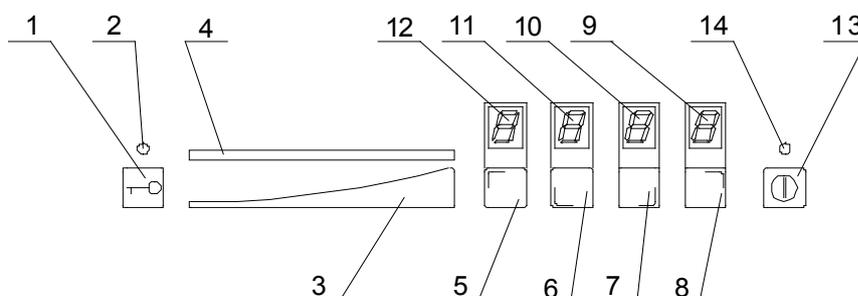

Рис. 2 (панель управления – поз. 9 на рисунке 1)
В передней части варочной панели расположена **сенсорная панель управления** (рис. 2). Она позволяет управлять и контролировать отдельные газовые горелки варочной панели, а также отображает соответствующие сообщения, информирующие о режимах работы варочной панели.
После подключения электричества варочная панель готова к работе, что сигнализируется свечением диода, расположенного возле сенсора, **поз. 14 на рис. 2**;
- после прикосновения пальцем к сенсору главного выключателя, **поз. 7 на рис. 2**, его индикатор гаснет и варочная панель готова к принятию команд. Все четыре индикатора, **поз. 5, 6, 7, 8 на рис. 2**, в течение **10 секунд** отображают цифру «0». Если по прошествии этого времени не будут предприняты дальнейшие шаги, электроника варочной панели перейдет в режим ожидания, индикаторы погаснут, снова загорится индикатор сенсора выключателя.
Выбор одной произвольной горелки прикосновением к зоне активизации контроллера, поз. 5 или 6, или 7, или 8 на рис. 2, и установка ее мощности прикосновением к регулятору мощности/слайдеру, поз. 2 на рис. 2, в диапазоне выше «0» приведет к включению горелки. Это должно произойти до 5 секунд с момента активизации контроллера сенсором включить/выключить, поз. 13 на рис. 2. В случае промедления горелка не включится, и контролер перейдет в режим ожидания, ожидая повторения команды.
- Прикоснуться пальцем к сенсору «включить/выключить», поз. 13 на рис. 2 в зонах 5, 6, 7, 8, загорятся индикаторы «0». Повторно прикасаясь пальцем к сенсору, соответствующему выбранной горелке, рис. 2, согласно потребностям и обозначениям на конфорке, приступите ко второму этапу настройки горелки, т.е. перемещая палец в области слайдера/регулятора, поз. 3 на рис. 2, установите требуемую мощность конфорки. В это время дисплей регулятора мощности, поз. 4 на рис. 2, отобразит линию диодов, а в ранее обозначенной зоне отобразится цифровое сообщение в пределах от 0 до 9, информирующее о значении установленной мощности. Удлинение линии диодов и отображение все большего значения сообщения указывает на увеличение мощности горелки и, наоборот, перемещением пальца в направлении «ключика» мощность уменьшается. Одновременно линия светящихся диодов сокращается, и отображаются все меньшие значения, достигающие «0». Цифра «9» соответствует максимальной мощности нагрева горелки, цифра «0» - отсутствию заданной мощности.
-После каждого изменения настроенной мощности выбранной горелки линия диодов загорается и мгновение спустя гаснет, и отображается только измененный уровень мощности включенной горелки. После включения всех горелок в соответствующей очередности отображается их настроенная мощность, а линия, **поз. 4 рис. 2**, не светится. Горелки, не включенные в зоне котроллера, соответствующей горелке, обозначенной на панели, остаются погасшими, не светятся.
Чтобы выключить какую-либо из работающих горелок, следует прикоснуться к соответствующему сенсору, а затем переместить палец по шкале в направлении «ключика», снижая мощность горелки до «0» (прекращение подачи газа). Во время выполнения этой операции загорается линия диодов /**поз. 4 рис. 2**/, отображающая уровень мощности, и изменяются цифры с ранее настроенного уровня до уровня «0». После достижения позиции «0» горелка гаснет, а контролер переходит в состояние готовности к возобновленной работе, мгновение спустя появляется буква «Н», сигнализирующая, что панель над выключенной горелкой является горячей.
-прикоснуться к сенсору /ключик/ пальцем, **поз. 1 рис. 2**, как минимум два раза в течение 2 секунд, два коротких нажатия заблокируют котроллер,
-свечение сигнализационного диода и звуковой сигнал, **поз. 2 рис. 2**, сигнализируют режим блокировки котроллера, одновременно раздается длинный звуковой сигнал. Контролер варочной панели не реагирует на команды, за исключением изменения состояния блокировки.
- прикоснуться к сенсору пальцем, **поз. 1 рис. 2**, дважды в течение 2 секунд,